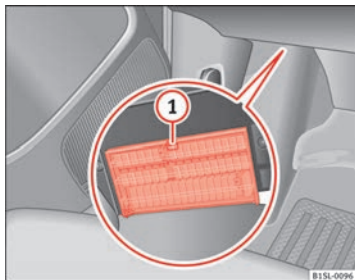

Abb. 147 Auf der Fahrerseite unter der Instrumententafel: Abdeckung des Sicherungskastens.
- **Öffnen:** Verriegelungshebel  $\Rightarrow$  Abb. 147 ① drücken, bis sich die Abdeckung öffnen lässt.
- **Schließen:** Abdeckung entgegen der Pfeilrichtung nach oben klappen, bis diese hörbar in den Verriegelungshebel ① einrastet.